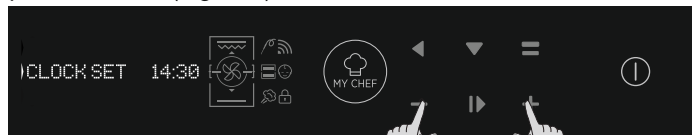

Figura 6
- Impostare l'ora premendo i pulsanti PIÙ e MENO. Premere OK per continuare. (Figura 6)